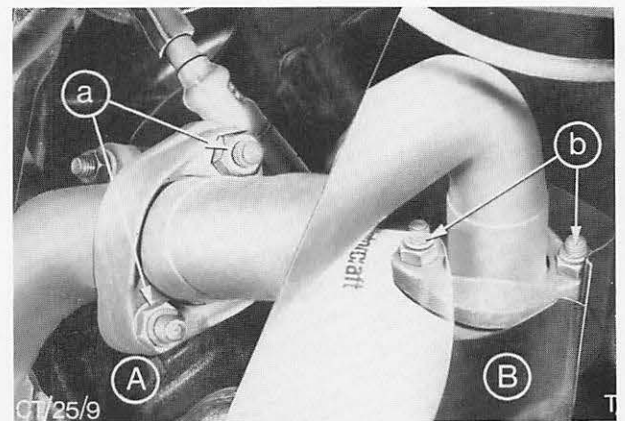

Abb. 22 A = Halteflansch – Auspuffrohr links
3. Halteflansche von den Auspuffkrümmern abbauen und Vorderrohre von den Krümmern lösen, Abb. 22. Gummi-Stegschlaufe aushängen und Vorschalldämpfer komplett von der hinteren Anlage trennen. Dazu beide Teile gegeneinander hin und her verdrehen und gleichzeitig auseinanderziehen.